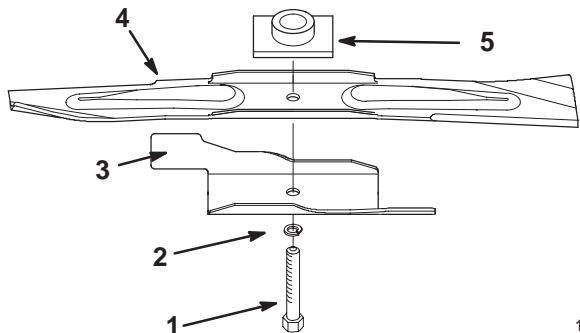

Figure 23
2. Déposer le boulon de lame, la rondelle-frein, l'accélérateur de lame et la lame (Fig. 23).
- Monter la lame sur l'axe et le porte-lame. Les extrémités incurvées doivent être tournées vers le carter de tondeuse, et le porte-lame doit se loger dans le creux de la lame (Fig. 23).
- Monter l'accélérateur de lame, la rondelle-frein et le boulon de lame (Fig. 23).